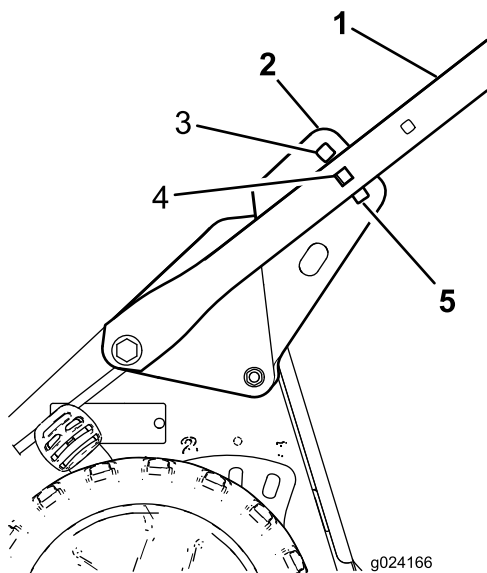

Figura 4
4. Sitúese detrás de la máquina en la posición normal del operador para determinar la altura del manillar que le sea más cómoda (Figura 4).